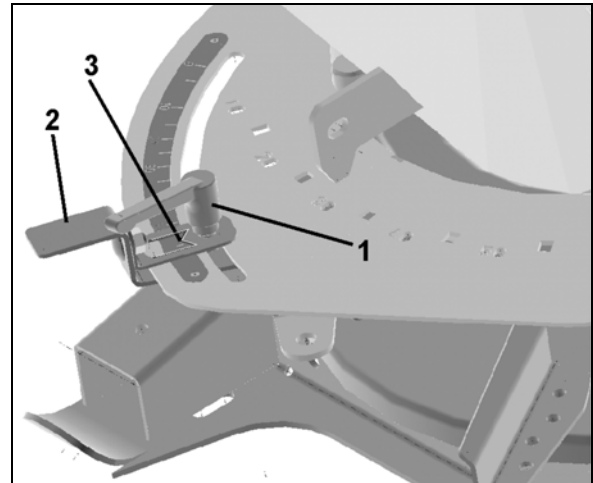

Bild 36
1. Lossa reglerspaken (Bild 36/1).
2. Ställ in visarspetsen (Bild 36/3) för spällarmen (Bild 36/2) på önskat värde på skalan.